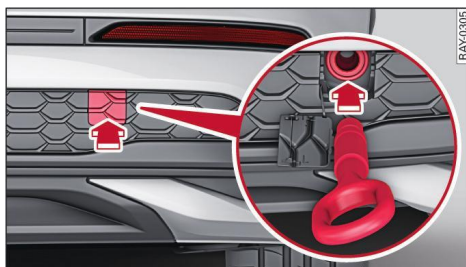

Fig. 184 Parachoques trasero: Enroscar la argolla de remolque
- Oprima la tapa ejerciendo una presión fuerte y breve hacia adentro ⇒ *fig. 184*. La tapa se suelta del parachoques.